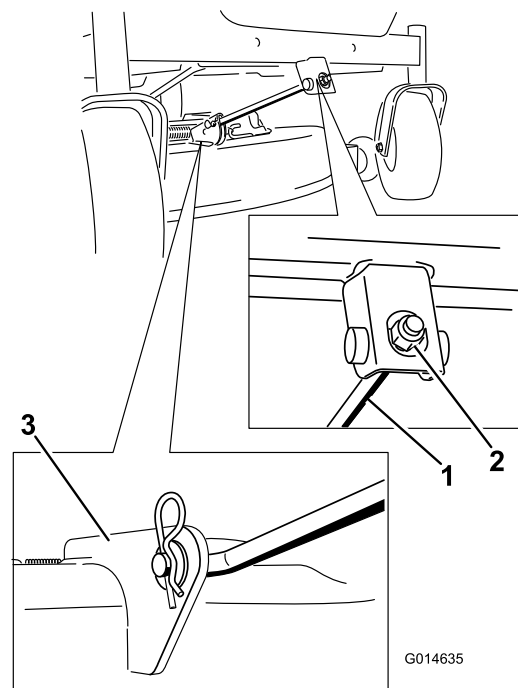

Figure 59
- 4. Retirez la goupille fendue de la tige de support avant et déposez la tige du support de tablier (Figure 59).
6. Fixez la tige de support avant au tablier de coupe à l'aide de l'axe de chape et de la goupille fendue (Figure 59).